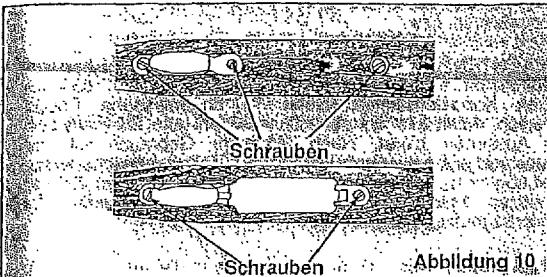

Abbildung 10
4. Die Schrauben von dem Abzugschutz entfernen. Siehe Abbildung 10.